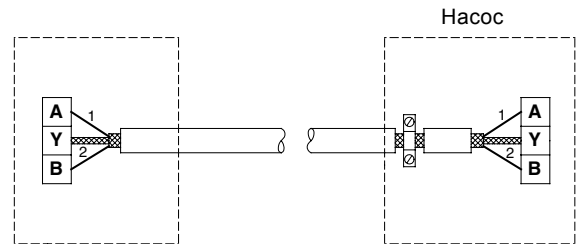

Рис. 14 Подключение 2-жильного экранированного кабеля
- Если при установке старого насоса применялся экранированный 2-жильный кабель, подключение должно быть произведено, как показано на рис. 14.